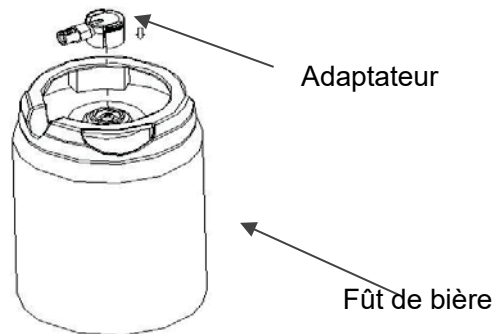

Figure 8
2. Installez le nouvel adaptateur sur la tireuse à bière et assurez-vous que le tuyau est bien raccordé (figure 8 et 9).